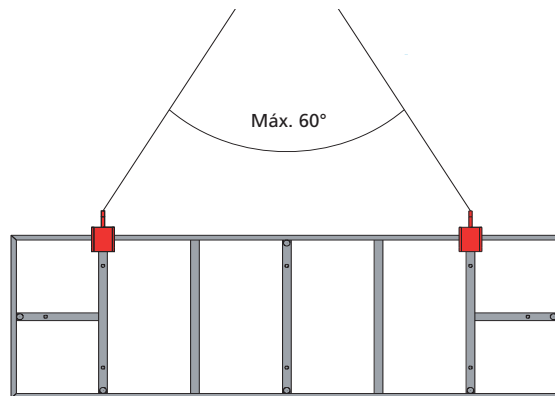

Fig. 16.3
- Cuando esté moviendo paneles asegúrese siempre de utilizar 2 ganchos de grúa, aun cuando esté moviendo paneles sencillos (Fig. 16.3 y 16.4).
- Cuando esté moviendo paneles horizontales, los ganchos de grúa deben colocarse en los refuerzos transversales del perfil (Fig. 16.3).